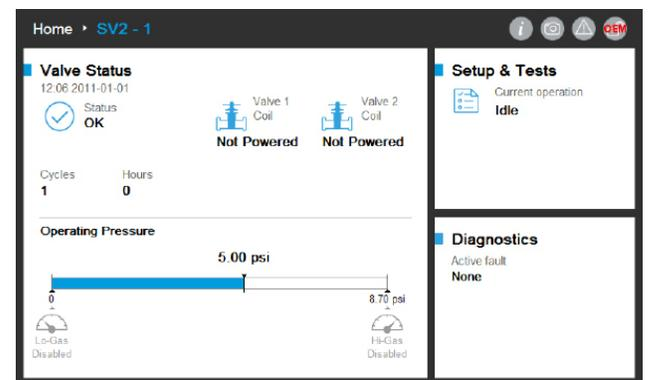

Fig. 5. Sesión establecida. El usuario inició sesión como OEM.
Si se perdieran las contraseñas del nivel de acceso principal de Instalador u OEM, es posible restablecer la contraseña siempre que el OEM haya activado los mecanismos de restablecimiento. Consulte la Fig. 5. El mecanismo de restablecimiento variará según los niveles de Instalador y OEM. Tenga en cuenta que desconectar la energía de la válvula o de la interfaz de usuario no hará que se saltee esta metodología.
De manera predeterminada, la función de restablecimiento de contraseña del Instalador y del OEM está desactivada y el OEM o el propietario original deben activarla en la configuración inicial de cada dispositivo, como se indica en la Fig. 5.
- El OEM puede elegir activar o desactivar la función de restablecimiento de contraseña del OEM. Consulte la Fig. 5.